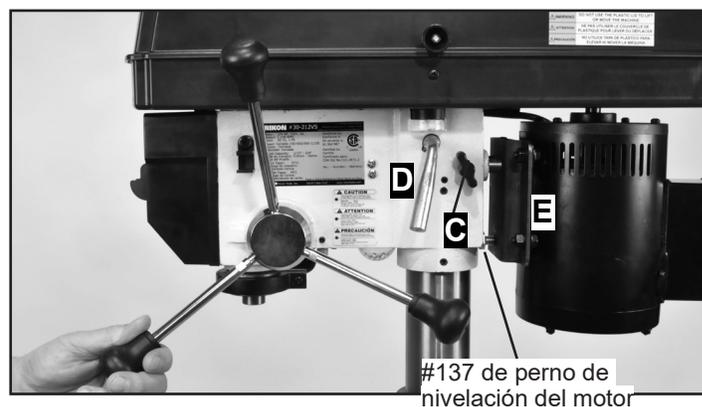

FIG. 7
4. Instale las tres manijas de alimentación (# 58) en los orificios preen roscados en el asiento de la manija (# 86). Utilice el extremo de 8 mm de la llave especial (#131) para fijar las asas en su lugar. FIG. 7.